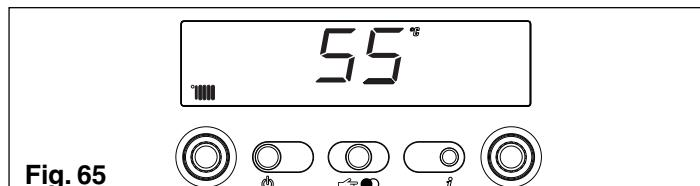

Fig. 65
**Info 3** visualiza a temperatura de aquecimento definida (fig. 65)